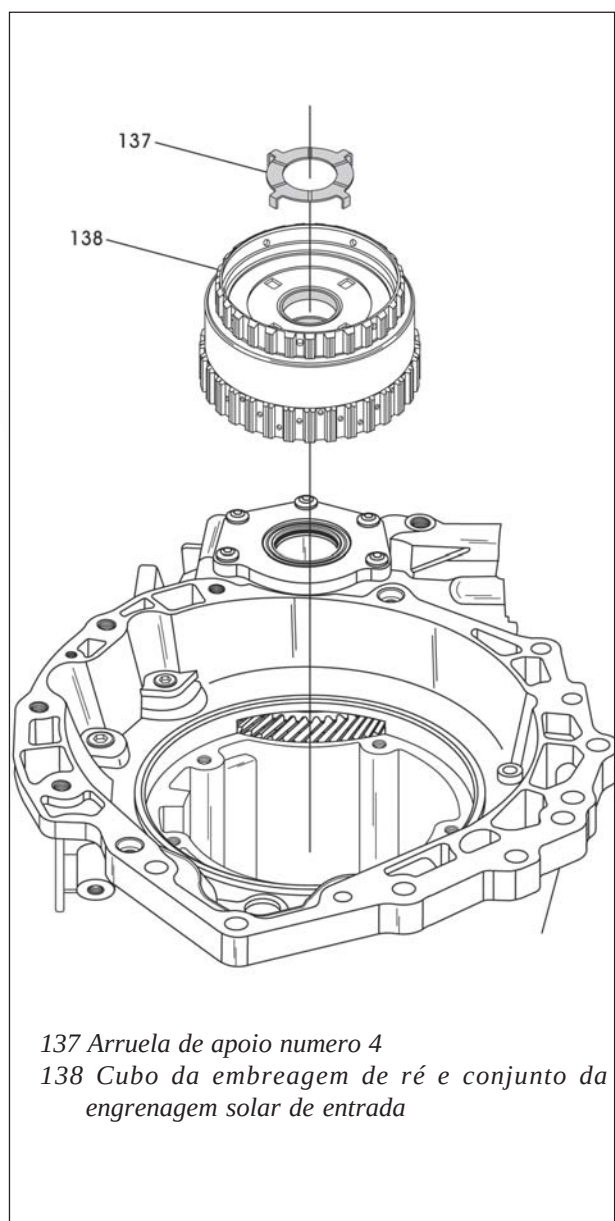

Figura 65
46. Remova a arruela de apoio número 4 e o cubo da embreagem de ré e conjunto da engrenagem solar de entrada, conforme mostra a figura 65.